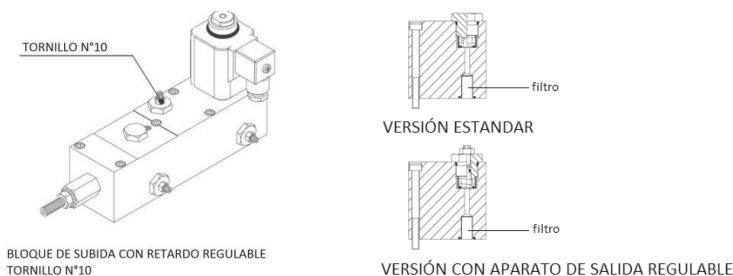

Fig. 46 – Limpieza filtro línea EVS
- En particular, cuando se presenten problemas de puesta en presión o de arranque en subida, limpiar el filtro de bloqueito de subida indicado en la Fig. 46, quitando antes el tapón y luego extrayendo el filtro con un destornillador.